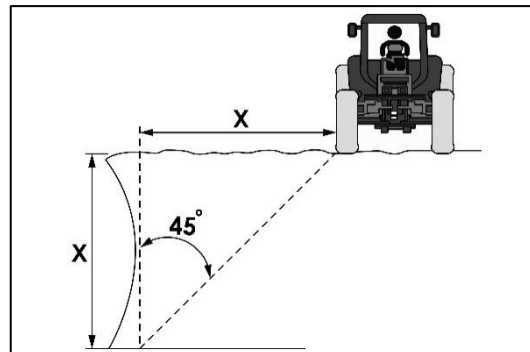

Abb. 112 – ABSTAND VOM RAND
- Arbeiten Sie nicht am Rand von Gräben und Böschungen, da die Gefahr besteht, dass diese einstürzen. Der Abstand des Traktors zum Rand muss immer gleich oder größer sein als die Höhe der Böschung oder des Grabens (Abb. 112).